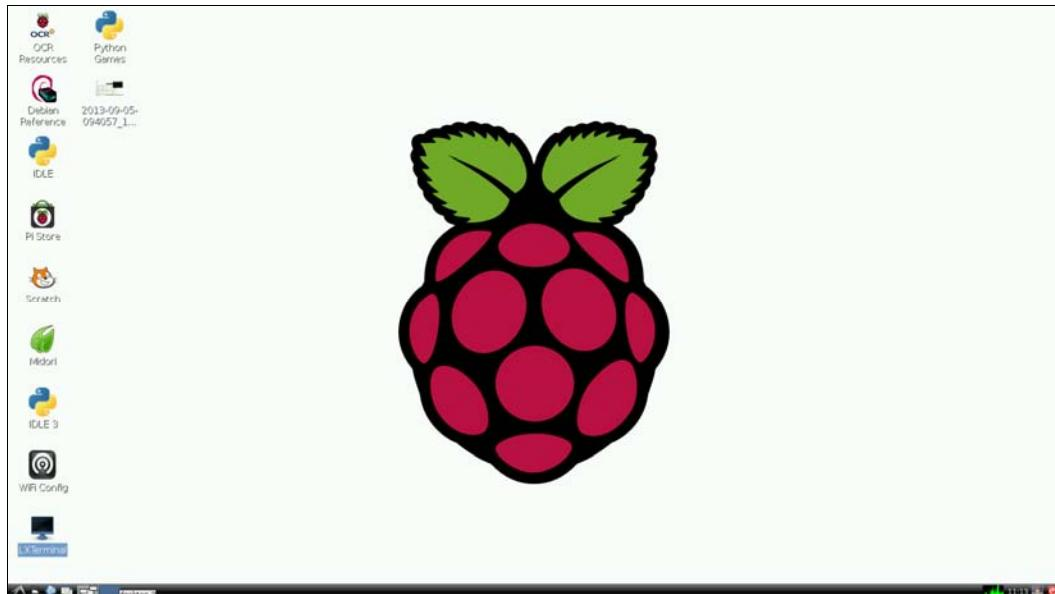

Рис. 2.9. Рабочий стол Raspbian
- Enable Camera** — поддержка модуля камеры (рис. 2.9);
и попадаем на рабочий стол Raspbian (см. рис. 2.9).